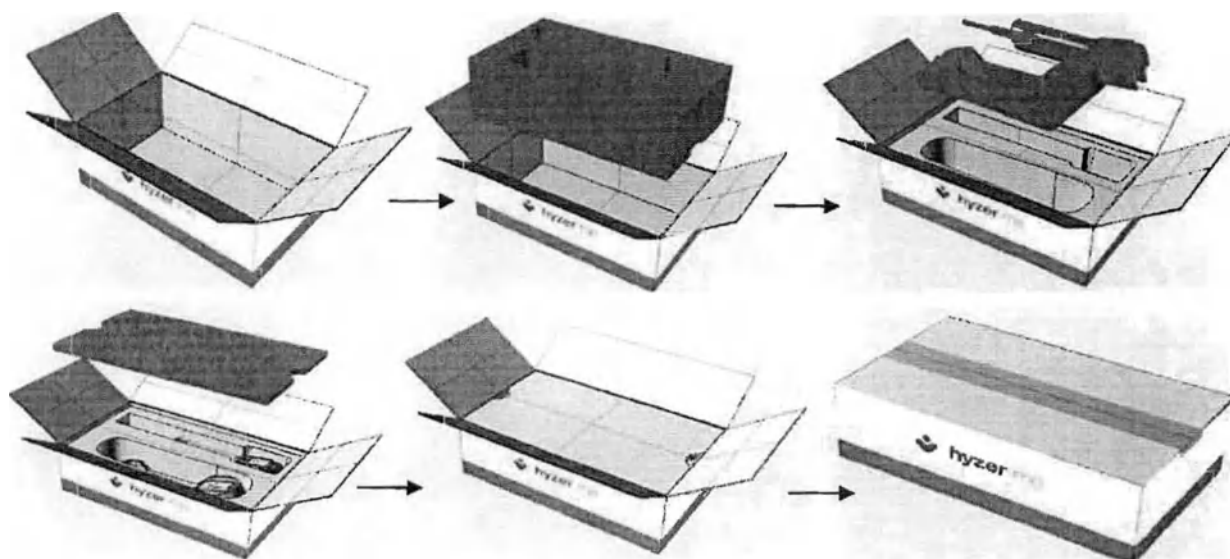

Рисунок 19 – Порядок упаковки насадки ультразвуковой и подставки для насадки в индивидуальную потребительскую упаковку
5.6.5.1 Поместите в картонную коробку (индивидуальную потребительскую упаковку) форму из пенополистирола для насадки ультразвуковой и подставки для насадки. Плотнo уложите насадку ультразвуковую с подставкой для насадки в форму из пенополистирола и сверху накройте гофрированным картоном. Запечатайте коробку клеейкой лентой (рисунок 19).